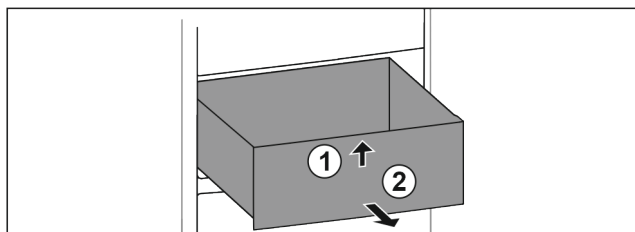

Fig. 103
- Ngrini lart sirtarin në pjesën përpara. Fig. 103 (1)
- Hiqeni sirtarin nga përpara. Fig. 103 (2)